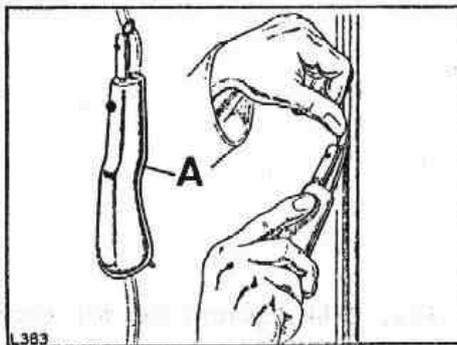

Fig. Q-42 Introducción de la tira de relleno en el perfil de fijación del cristal
8.4. Cortar a escuadra un extremo de la tira de relleno y comenzando por el extremo opuesto a la unión del perfil anterior, se introducirá la tira en la garganta del perfil por medio de la herramienta especial, (262771) (Fig. Q-42), dejando un sobrante de unos 6 mm y se cortará a escuadra este extremo, que se introducirá a presión en la garganta del perfil.